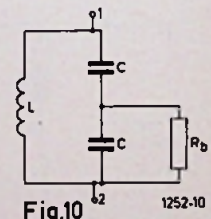
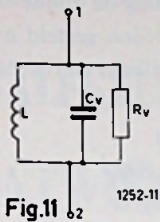

Fig. 10
Fig. 11
c. Geef onder de laatstgenoemde voorwaarde een uitdrukking voor de kwaliteitsfactor van de kring van fig. 10.
c. Men kan fig. 10 vervangen door fig. 11, waarbij onder de bij b genoemde omstandigheden geldt:  $R_V = 4R$  en  $C_V = 1/2 C$ . De kwaliteitsfactor van een kring die uitsluitend wordt gedempt door een parallelweerstand, is gelijk aan het quotiënt van deze weerstand en de reactantie van de condensator. In dit geval is dit  $Q = \omega_0 C_V R_V = 2 \omega_0 C R$ .